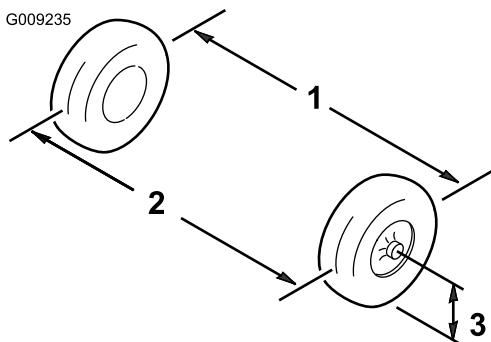

Рисунок 39
3. Измерьте расстояние между обеими переднимишинами на высоте моста, с передней и задней стороны передних шин (Рисунок 39).